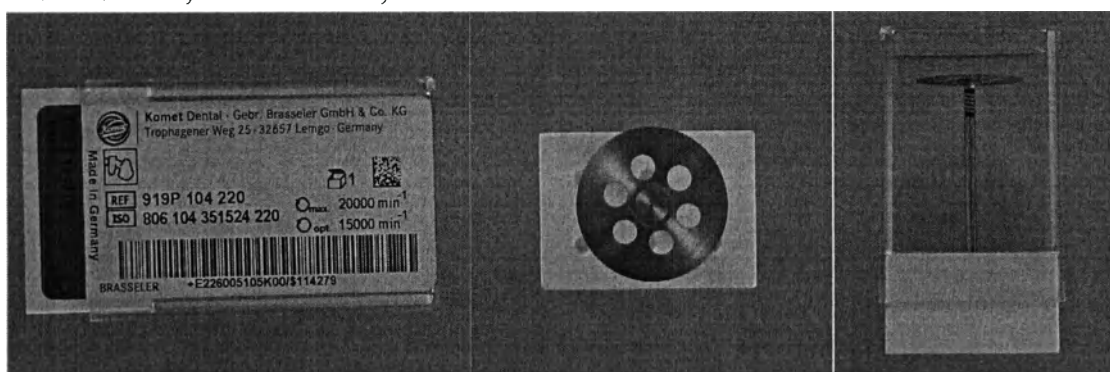

Рис.2
- Перфорированный, алмазное покрытие с нижней стороны (Рис.2)